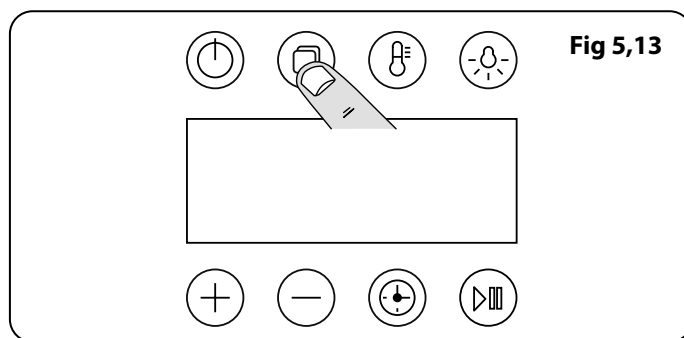

Fig 5,13
6. À la fin du cycle de cuisson l'écran affichera *H2O HOT* (**Fig 5,11**), ceci indique que l'eau dans la chaudière est chaude et sera repompée dans le réservoir d'eau quand elle aura atteint une température prédéfinie. Lorsque l'eau est pompée *H2O OUT* (**Fig 5,12**) s'affiche.
Toucher et maintenir le bouton programme (**Fig 5,13**). [**A1**] s'affichera sur l'écran. Parcourir les programmes en utilisant les boutons [+] ou [-].